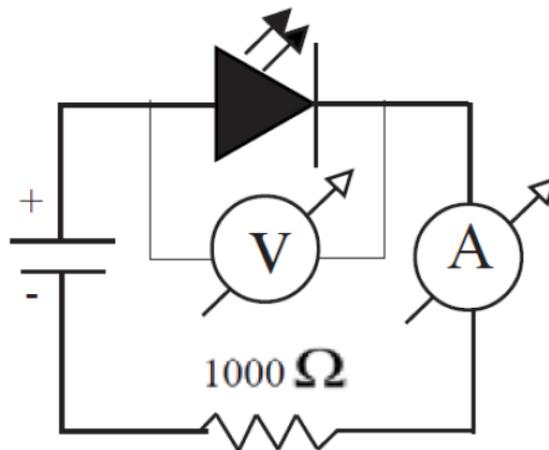

Figura 4: Esquema de ligação do circuito com resistor e LED da experiência de 1ª Lei de Ohm.
na Figura 4, correspondente a uma das montagens desta aula. O valor deste resistor será determinado por meio da seguinte equação:
- i. Monte o circuito de acordo com a Figura 4, inserindo um LED e utilizando um resistor de 1000 Ω . Você sabe a importância do valor da resistência desse resistor? Se tiver dúvida quanto a este valor, use o ohmímetro para determiná-lo.
que deve ser medido utilizando o voltímetro posicionado conforme Figura 4.
1. Qual a função do resistor no circuito da Figura 4?